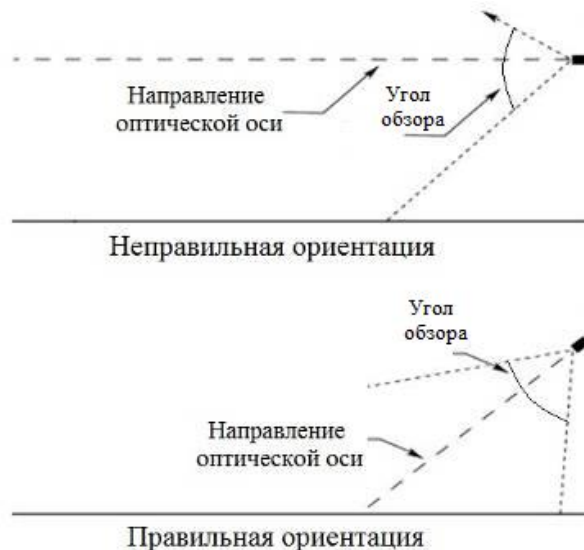

Рисунок 7 – Установка извещателя по отношению к горизонту
- Извещатель должен быть нацелен на объект по нисходящей под углом к горизонту, по крайней мере, 10 - 20 градусов (см. рис. 7), что предотвращает скопление влаги на смотровом окне;